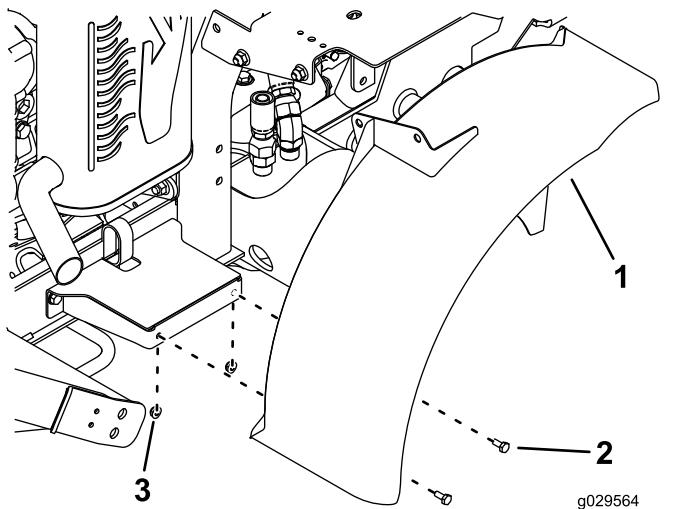

Figura 22
14. Montate, senza fissarlo saldamente, il lato del parafango destro sul relativo supporto con 2 bulloni (1/4" x $\frac{5}{8}$ ") e 2 dadi (1/4"), come illustrato nella Figura 22.
15. Montate, senza serrarla, la staffa della parte superiore del parafango sulla staffa del serbatoio del carburante con 2 bulloni (3/8 x 3/4 poll.) e 2 dadi (3/8 poll.), come illustrato nella Figura 22.